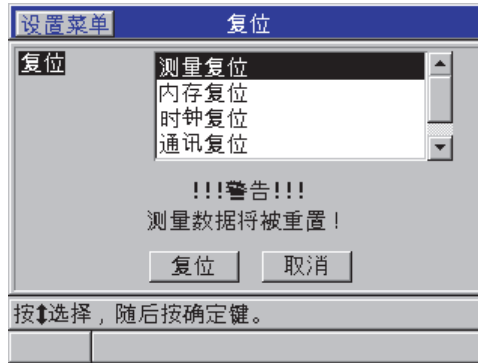

图 11-6 选择通讯复位
2. 在**复位**屏幕中 (参见第 192 页的图 11-6):